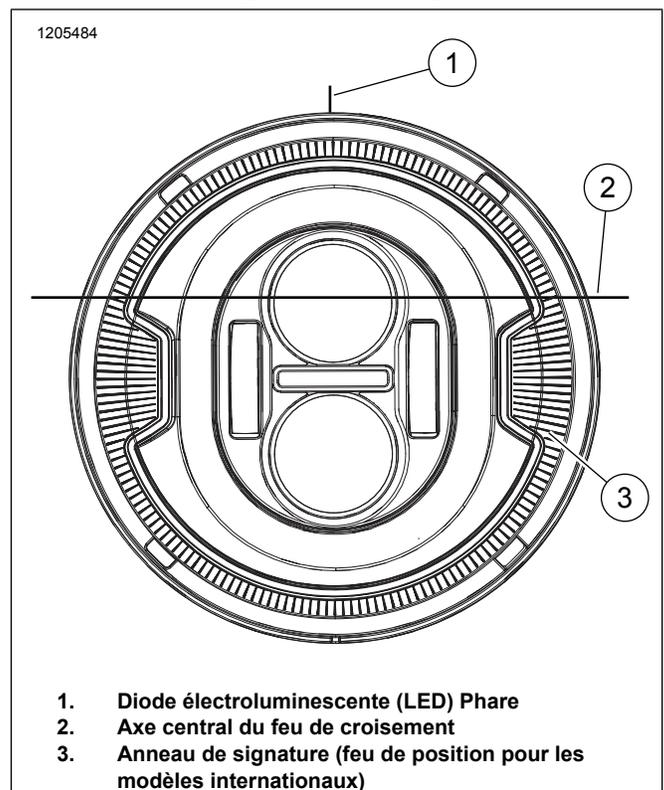
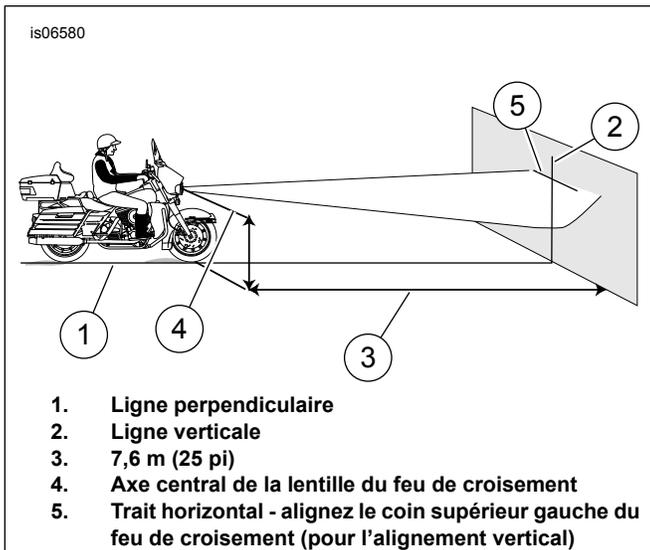

Figure 8. Configuration du phare à DEL
Figure 9. Examiner l'alignement des phares avant
5. Référez-vous à Figure 8 et à Figure 9. Une fois le véhicule chargé et redressé, pointez la roue avant bien droite en direction du mur. Mesurez la distance entre le sol et le centre de l'ampoule du **feu de croisement** (4). Consignez cette mesure.
6. Voir la Figure 9. Tracez une ligne horizontale sur le mur à (5) qui correspond à la mesure consignée à l'étape 4.
7. Tracez une ligne verticale (2) à l'écart de la ligne perpendiculaire (1) afin que celle-ci croise la ligne horizontale dessinée à l'étape précédente.